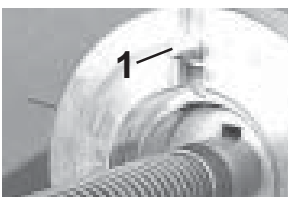

Fig. 5.2.1
- Den Flansch der Felge der Spindel nähern, und dabei immer den Blockierbolzen (1Abb.5.2.1) in eins der Befestigungslöcher der Felge einführen. Dazu die Felge auf den Rollen der Hebevorrichtung drehen und gleichzeitig den hinteren Hebel des
- Move the rim flange towards the chuck, always remembering to fit the anti-rotation pin (1 Fig. 5.2.1) in one of the wheel fixing holes. To do this, turn the wheel on the lift rollers and at the same time operate the rear lever of the pin until it is aligned with the chosen hole.
- Approcher la bride de la jante au mandrin en n'oubliant pas d'introduire le pivot anti-rotation (1Fig.5.2.1) dans un des trous de fixation de la roue. Pour ce faire, tourner la roue sur les rouleaux de l'élévateur et agir simultanément sur le levier arrière du pivot jusqu'à centrer le trou choisi.